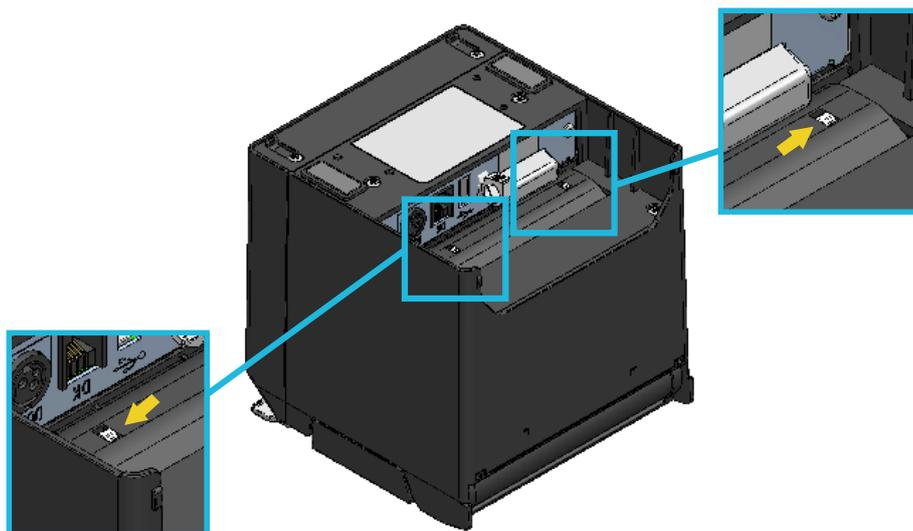

Figura 14-4 Controllo dell'installazione della piastra divisoria
- (6) Capovolgere la stampante e controllare che la sporgenza della piastra divisoria L e quella della piastra divisoria L siano inserite correttamente nel foro del supporto della carta (osservare la freccia nella Figura 14-4).